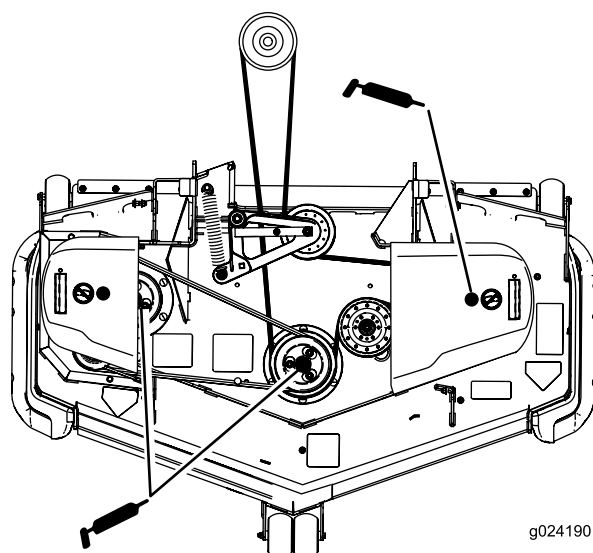

Figura 37
3. Engrase los tres cojinetes de los ejes hasta que rezume grasa de las juntas inferiores (Figura 37).
5. Engrase el brazo tensor de la correa de la carcasa (Figura 37).